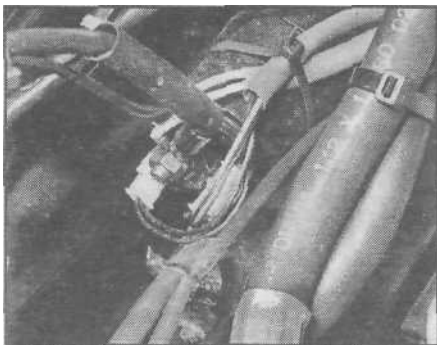

Рис. 10.4. Подсоединение проводов к стартеру - 1, 3 литра
- 4 Пометьте расположение проводов стартера, затем отсоедините их от контактов (см. рис. 10.4).